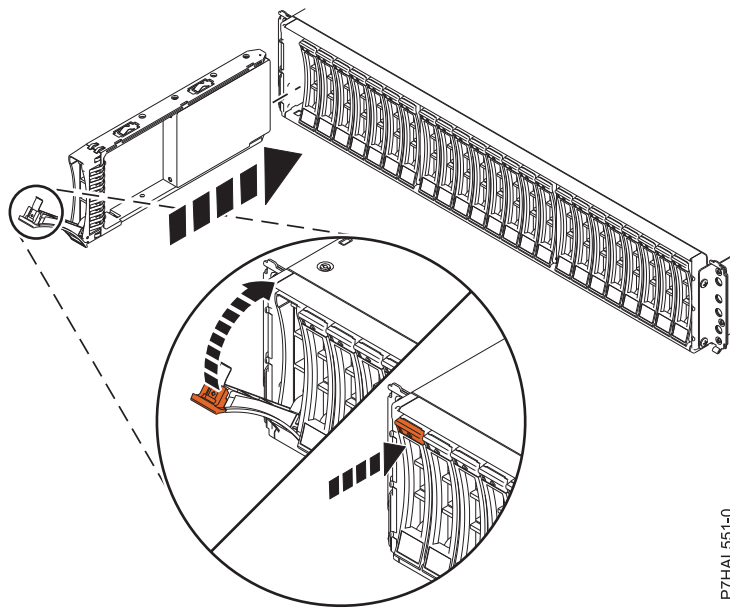

図 19. ディスク・ドライブ・エンクロージャーへのディスク・ドライブの取り付けまたは取り替え
3. ハンドルをアンロック位置にして (21 ページの図 19 を参照)、ドライブの底面を支え、エンクロージャーのガイド・レールに位置合わせします。
7. 示されている方向にベイ・ハンドル (A)を回転させて、ドライブをロックします。 21 ページの図 19